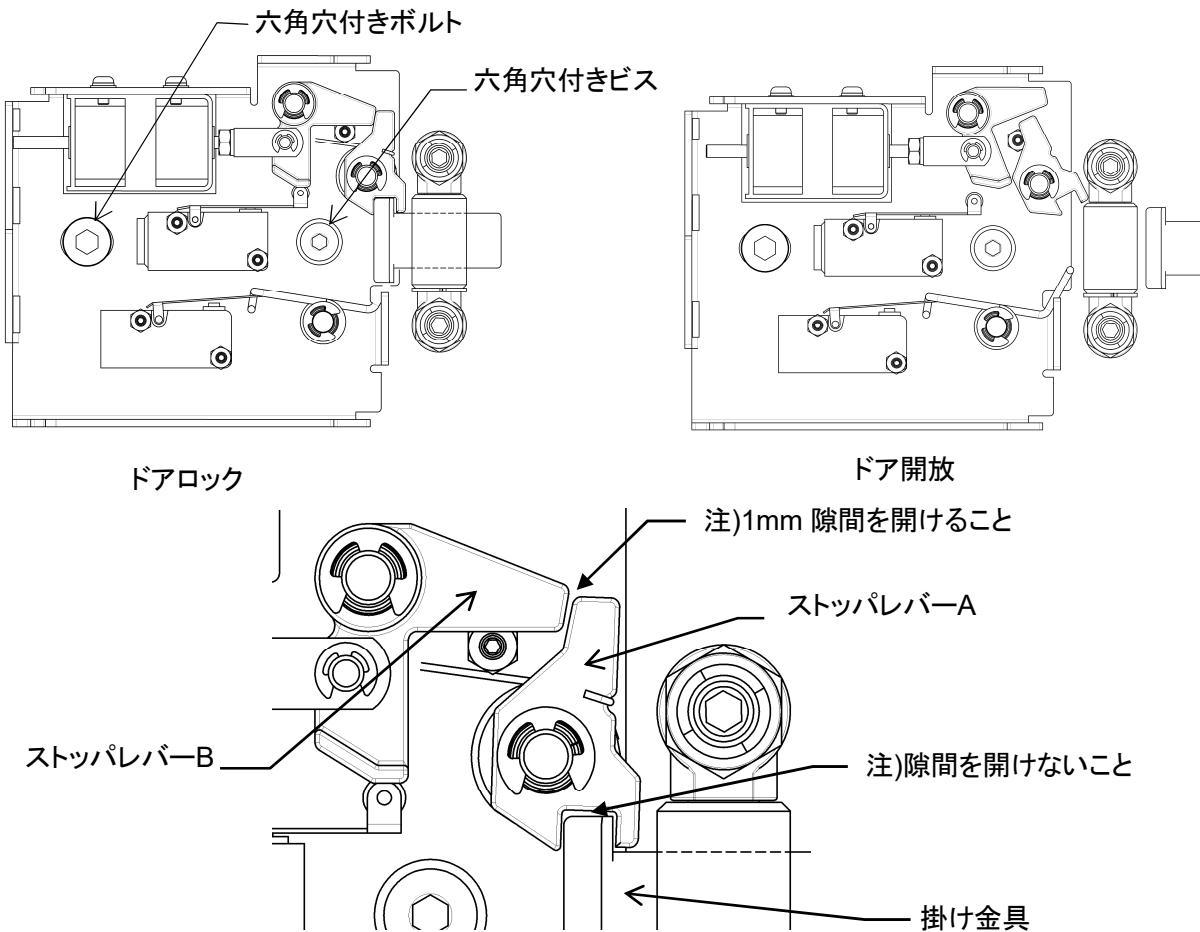

図8-10
- ドアロック及びドア開放時、図8-10の様になっています。
- ドアロック時、ストップバーA,B と掛け金具が図8-10の様にかみ合う位置に来る様に六角穴付きボルトと六角穴付きビスを緩めドアロック部を左右にずらし調整します。